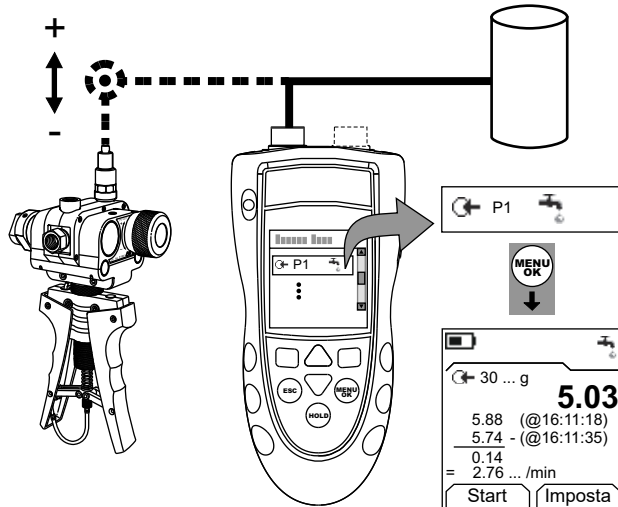

Figura 3: Esempio configurazione – Prova di perdita
- Collegare lo strumento (Figura 3) e, se necessario, modificarne il *Setup* (Tabella 1).